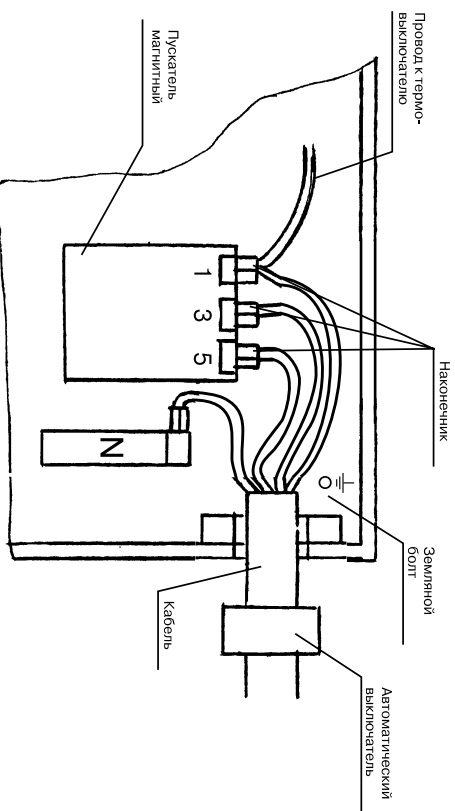

Рис.3.
5.3. Подключение электродвигателя к электросети производится согласно схеме рис. 3 с обязательным применением наконечников из комплекта поставки. Наконечники закрепить к проводам рабочей (фазной) проводки (3 шт.), к проводам рабочей и защитной нейтральной (2 шт. – П6-6-ЛТ-07), опать, закрепить гайками и защитной нейтральной (контакты 1,3,5), клемме нейтральной (N) и клемме заземления (\perp).